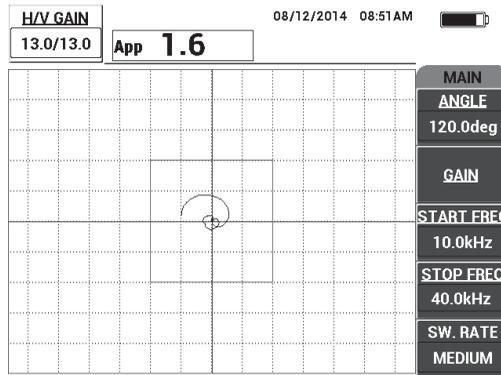

Figura 6-19 Representación de barrido entre dos divisiones
2. Coloque las puntas de las sondas en un área correcta del bloque de referencia, pulse la tecla **GAIN (dB)** y, después, utilice la rueda de ajuste para determinar la ganancia hasta que la representación de barrido esté contenida entre dos divisiones dentro del cuadrado de la alarma. Ver la Figura 6-19 en la página 150.